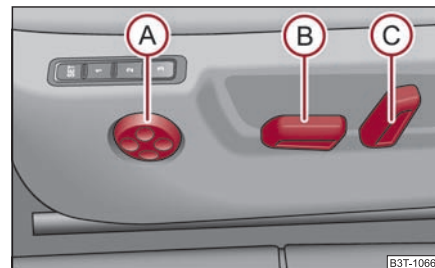
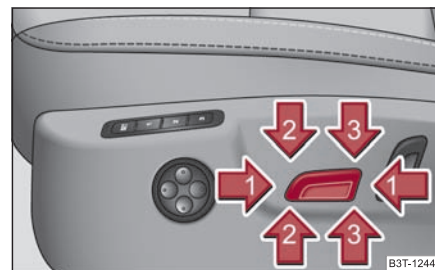

Fig. 78 Vista lateral: Ajustar los elementos de manejo del asiento
Fig. 79 Vista lateral: Ajuste de asiento
- Presionar el conmutador ① ⇒ fig. 78 hacia delante o bien hacia atrás ① ⇒ fig. 79.
- Presionar el conmutador **(B)** ⇒ página 81, fig. 78 hacia arriba o bien hacia abajo.
- Presionar el conmutador **(B)** delantero **(2)** ⇒ página 81, fig. 79 o bien posterior **(3)** ⇒ página 81, fig. 79.
- Presionar el conmutador **(C)** ⇒ página 81, fig. 78 en la dirección de ajuste deseada.
- A fin de aumentar la convexidad del apoyo lumbar, pulse el conmutador **(A)** delantero ⇒ página 81, fig. 78.